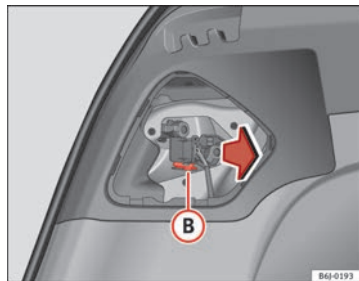

Abb. 170 Lampenträger ausbauen
- Ziehen Sie den Lampenträger durch Drücken der Halteclips **(B)** ⇒ Abb. 170 heraus.